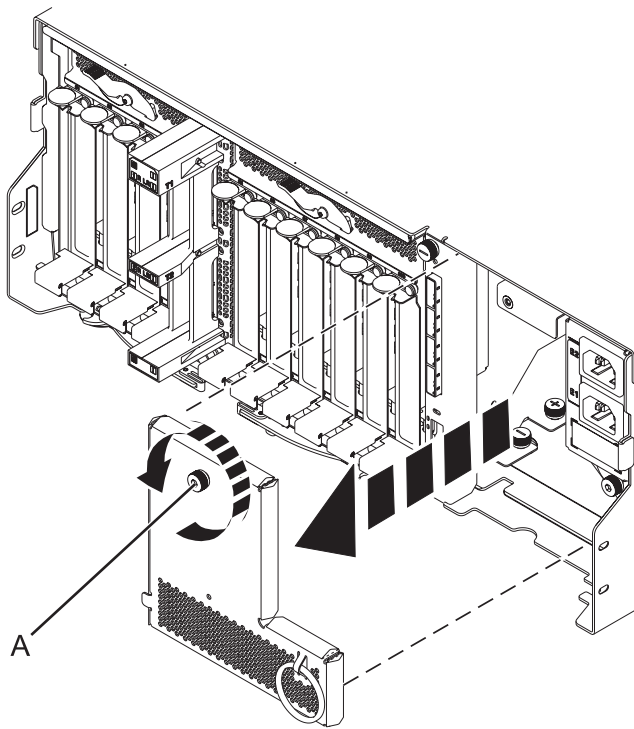

Figure 80. Retrait de la plaque d'alimentation
10. Retirez la plaque d'alimentation en tournant la vis moletée (A) et en ôtant la plaque du système, comme indiqué dans la figure 80.